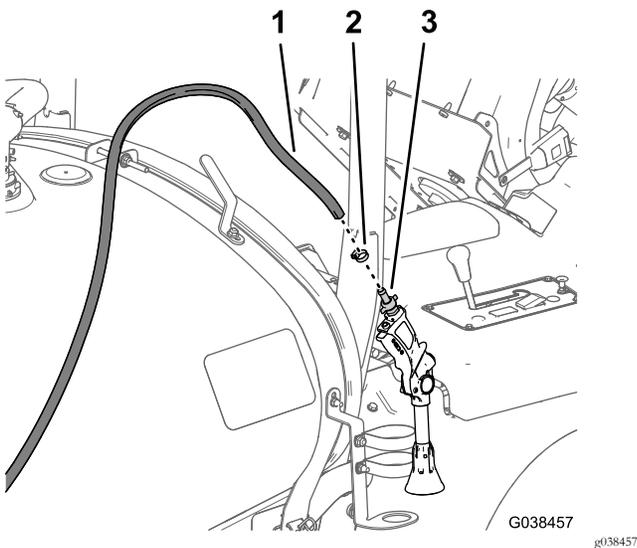

Bild 94
- Befestigen Sie die Zahnung der Spritzpistole (Bild 94), die Sie in Abschließen des optionalen Handsprühstabs (Seite 10) entfernt haben, mit einer Schlauchklemme (6 mm bis 11 mm) am Zulaufschlauch.